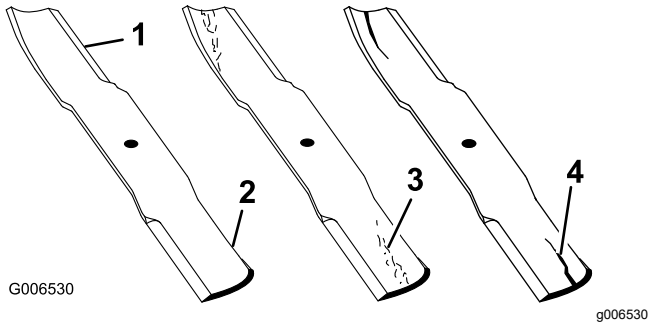

Figure 73
1. Examinez le tranchant des lames (Figure 73).
- Remplacez immédiatement toute lame fendue, usée ou qui présente une entaille sur cette partie (Figure 73).